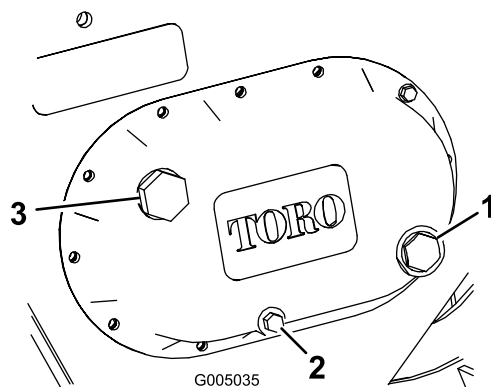

Рисунок 15
3. Проверьте уровень по указателю уровня со стеклянной трубкой в боковой части картера коробки передач (Рисунок 15).
4. Если уровень трансмиссионного масла низкий, отверните пробку заливного отверстия (Рисунок 15) и заправьте картер коробки передач трансмиссионным маслом, пока его уровень не будет на красной точке по визуальному указателю.
4. Снимите пробку сливного отверстия (Рисунок 15) и дайте маслу стечь в емкость.
6. Отверните пробку заливного отверстия (Рисунок 15) и заправьте картер трансмиссионным маслом, пока его уровень не будет на красной точке визуального указателя.